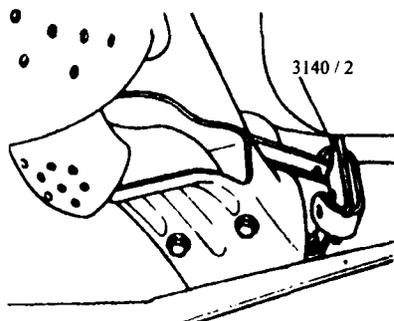

图 1-4 排气尾管弹簧夹拆卸工具
**警告:** 在一些车型中, 拆卸和安装排气管和排气歧管之间的弹簧夹时需要专用工具 VW3140/1 和 VW3140/2 (见图 1-4), 或相应其它工具。该工具是一套不同尺寸的楔状物, 用它可以逐步将弹簧夹打开。安装好的弹簧夹具有较大的张力, 若不进行适当拆卸易造成伤害。带有楔状物的弹簧夹张力很大, 在操作时须特别小心。
4) 把排气尾管推向一边, 以撑大弹簧夹, 将楔形工具插入弹簧夹 (见图 1-4)。